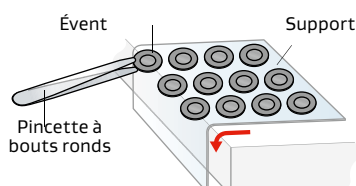

Figure 2 : distribution manuelle des événements adhésifs
- Vous pouvez utiliser une pince à bouts ronds pour prélever délicatement l'événement du support (fig. 2).